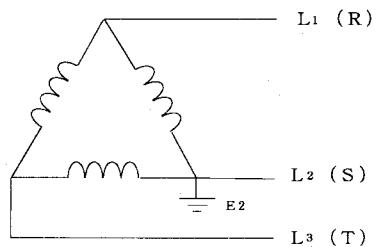

図3-56 三相の接地線
- (1) 単相回路では、なるべくコイルを接地相側にまとめて接続する。
- (2) 三相回路では、なるべくコイルをS相側（接地相）またはT相側にまとめるようとする。（三相回路は、図3-56のように、三相のうちL₂（S）相が大地に第二種接地されている。よって安全を考えL₁（R）とL₂（S）の使用が推奨されている。）